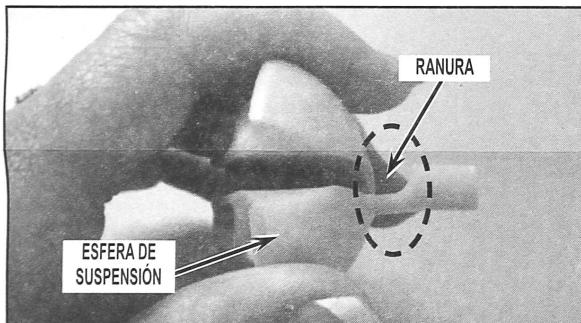

FIGURA 1
2. Mantenga la esfera de suspensión sobre su lado con la ranura mirando hacia arriba. Vea la Figura 1.